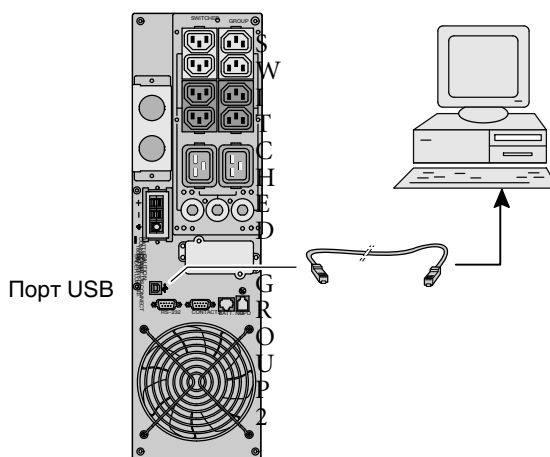

Рисунок 35. Порт USB
1. Порт USB имеет возможность горячего подключения. Подключите кабель USB к порту USB на задней панели ИБП (см. Рисунок 35).